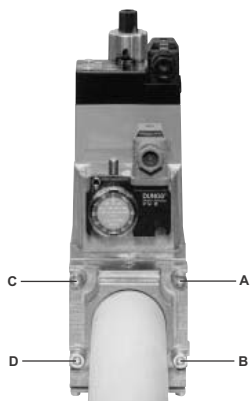
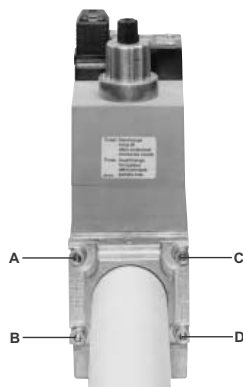

Рис. 21
Рис. 22
1. Расслабить винты А и В, но **не снимать** их (Рис. 21 и Рис. 22)
2. Отвинтить винты С и D (Рис. 21 и Рис. 22)